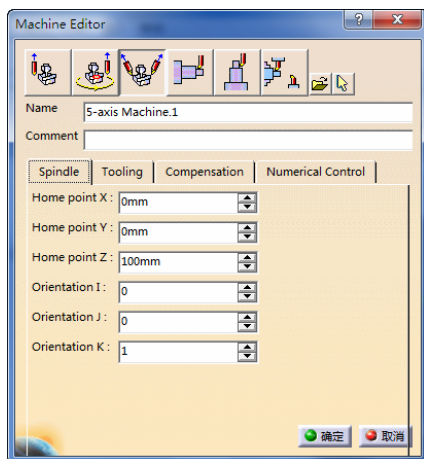

图 5-4 “Machine Editor”对话框 (1)
2) 机床设置。单击“Part Operation”对话框中的 machine 按钮, 弹出“Machine Editor”对话框 (1), 选择“5-axis Machine.1”, 如图 5-4 所示。